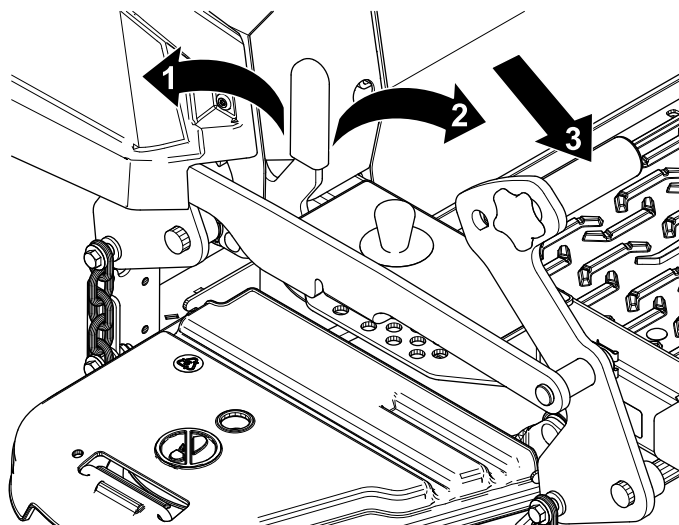

Figura 28
1. Spingete completamente in avanti il pedale di sollevamento del piatto per bloccare il piatto di taglio nella posizione TRASPORTO (Figura 28).
2. Spingete il pedale di sollevamento del piatto in avanti e il blocco di trasporto sempre in avanti in posizione di SBLOCCO, quindi abbassate lentamente il piatto di taglio (Figura 28).